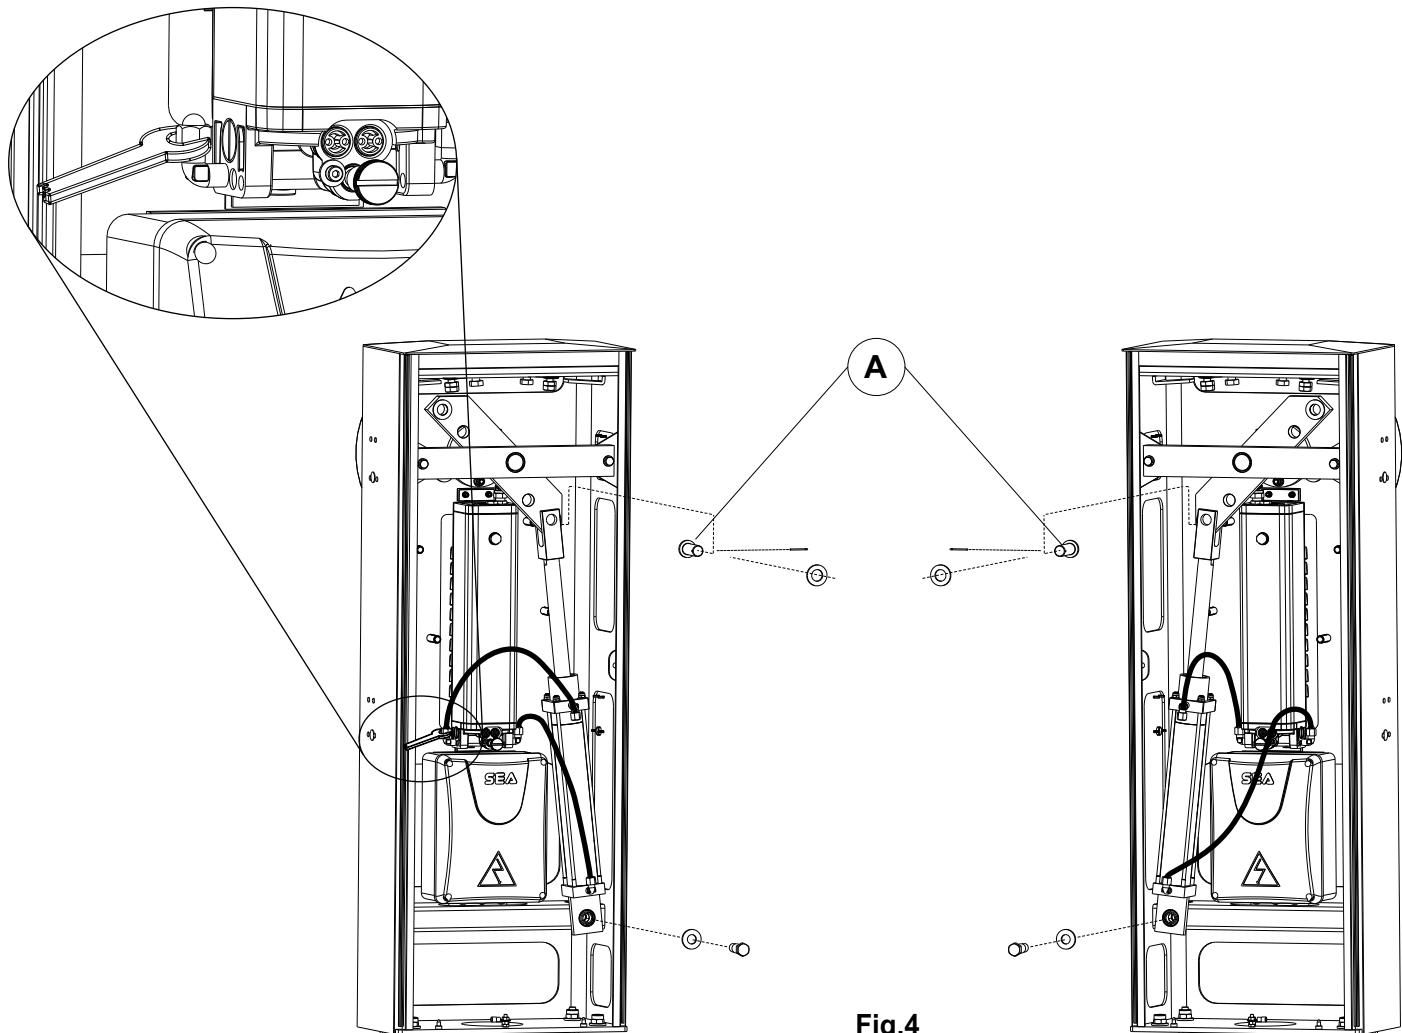
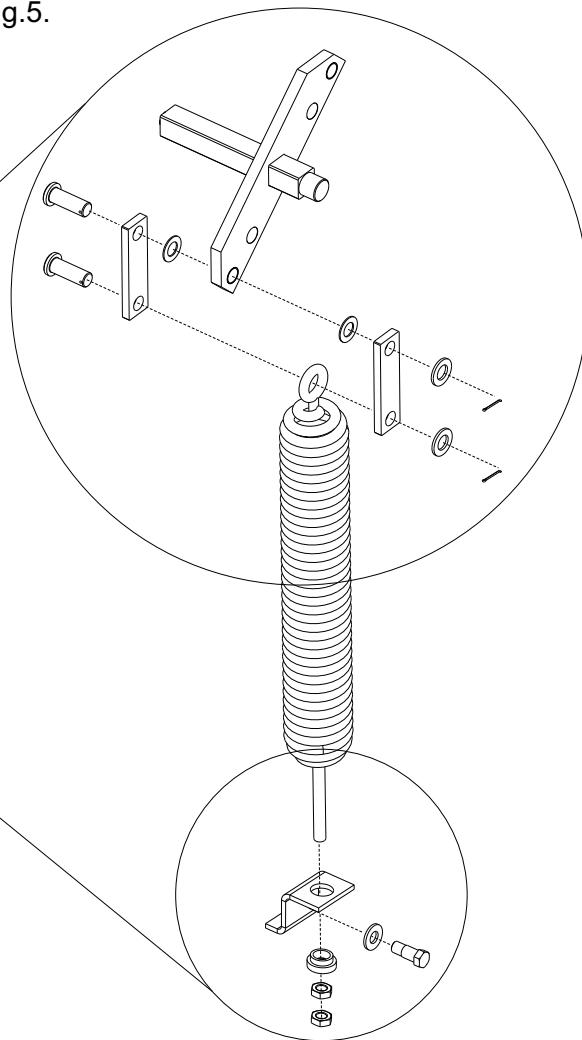

Fig.4
Fig. 5
Si la barrière est avec fermeture à gauche il faut échanger le piston de droite à gauche comme dans Fig.4 et Fig.5
Insérer le ressort dans le carter comme dans Fig.5.
**Note:** Pour un équilibrage correct de la lisse il est recommandé de décrocher le piston du balancier en extrayant le pivot comme en fig.4.